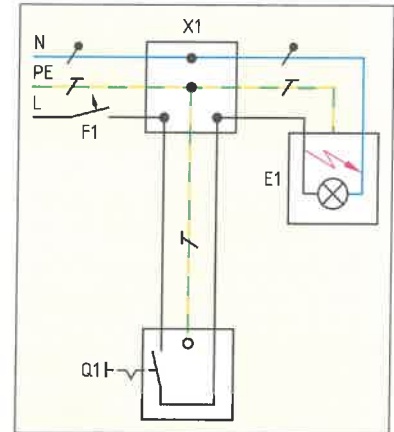

**Bild 1: Schalterbeleuchtung**
7. Erklären Sie mithilfe des ohmschen Gesetzes, wieso die Glimmlampe P1 im Ausschalter Q1 (**Bild 1**) nicht leuchtet, wenn Q1 eingeschaltet ist.